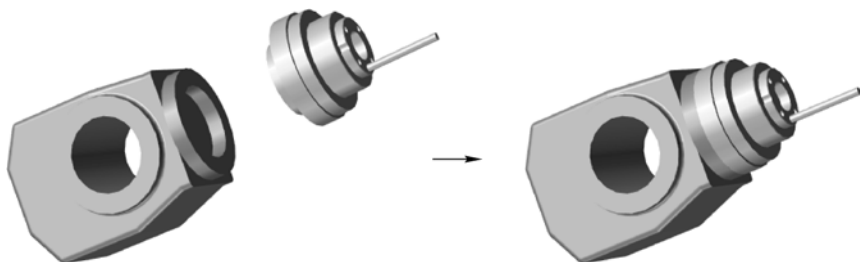

图 8-95 对齐角色
STEP 1 打开本书提供的素材文件“机械臂.SMG”。先隐藏除焊接头和机械手腕之外的角色，如图 8-95 左图所示，并将焊接头拖动一段距离，然后单击“变换”选项卡中的“对齐”>“线对齐/轴对齐”按钮，将角色对齐，如图 8-95 右图所示。